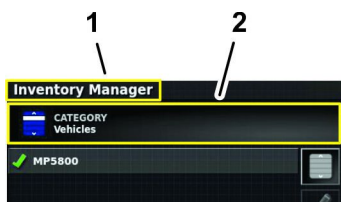

Figura 88
5. Se a categoria Serviços não for mostrada no ícone Categoria, pressione o ícone Categoria (Figura 88).